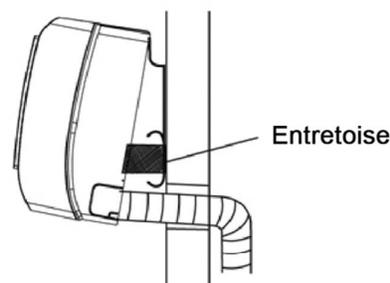

Fig. 16
- E. Laissez de l'espace entre l'unité et le mur pour empêcher que les câbles soient emmêlés ou aplatis, utilisez un morceau de styromousse servant d'entretoise entre le dos de l'appareil et le mur. (Fig. 16)